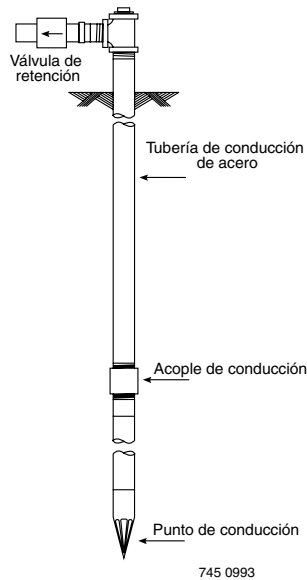

Figura 2: Instalación del punto de conducción
1. Conecte la tubería de succión al punto de conducción (Figura 2). Procure que la tubería horizontal tenga un tendido lo más corto posible. Use cinta selladora para roscas de tubería de PTFE (politetrafluorotileno) en las roscas macho. Es posible que se necesiten varios pozos para obtener suficiente agua para bombear.
2. Para facilitar el cebado en las instalaciones de punto de pozo, instale una válvula de retención como se muestra en la Figura 2. Asegúrese de que el punto de la flecha de flujo de la válvula esté en dirección a la bomba.